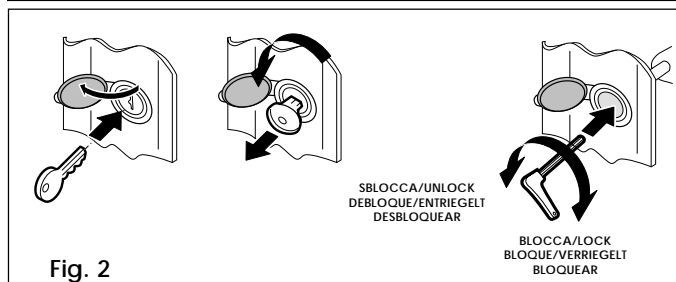

Fig. 2
- **Desde el exterior (Fig. 2)**